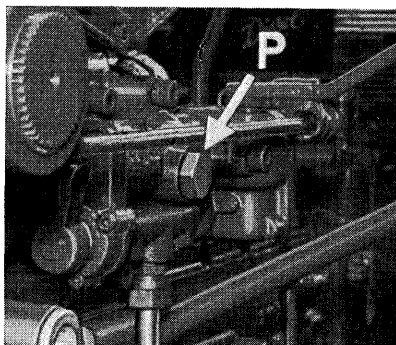

Fig. 30.
1. Skru den i fig. 30 viste prop for udtag til fremmed arbejds-cylinder ud og monter i stedet den til værktøjssættet hørende aftapningsprop med slange. Start traktoren og lad motoren køre så langsomt som muligt. Sæt hydraulikhåndtaget i sænkestilling og tryk hydraulikarmene helt ned. Derved trykkes olien ud af løftecylinderen. Mens hydraulikarmene holdes nede i sænket stilling, sættes manøvrehandtaget i løftestilling. Hold det her, indtil olien er hørt op med at løbe ud af aftapningsslangen. Motoren skal derpå omgående standses, idet hydraulikpumpen ikke tåler at køre uden olie. Monter derefter igen proppen for udtag til fremmed arbejds-cylinder.